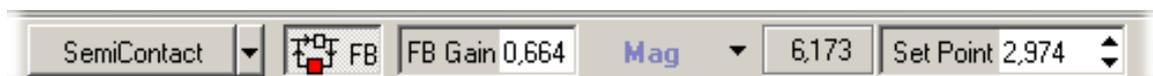

Рис. 7-14
1. В программе Nova введите значение параметра **Set Point** в поле ввода, расположенном на панели основных параметров (Рис. 7-14).